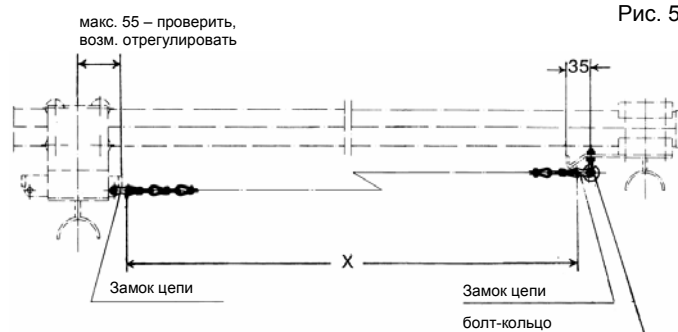

Рис. 5
2.9 Цепи разгрузки от натяжения обрезаются на расчетную отдельную длину (размер X) и монтируются между всеми тележками и концевой клеммой (см. рис. 5).